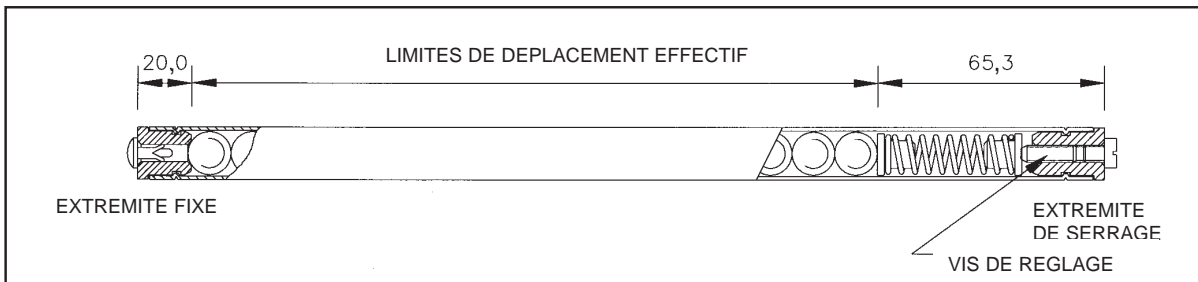

Figure 5.1 - Echelle Spherosyn
- (A) Les lectures risquent d'être incorrectes si la tête de lecture se déplace au-delà des limites de déplacement effectif (Voir Figure 5.1).
- (B) La charge sur les billes est pré-réglée en usine au moyen de la vis de réglage à l'extrémité de serrage. Ne pas changer la position de la vis de réglage car ceci modifiera les caractéristiques d'étalonnage et de précision de l'échelle. (Voir Figure 5.1).
- (C) En cas de montage vertical de l'échelle, l'extrémité de serrage doit être en haut.